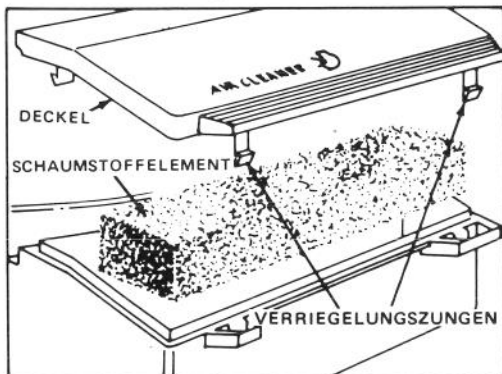

Bild 12
2. Verriegelungszungen eindrücken und Luftfilterdeckel abheben. Deckel gründlich reinigen (Bild 12).
3. Ist die Oberseite des Schaumstoffelements verschmutzt, vom Filterkörper abheben (Bild 12). Gründlich reinigen.